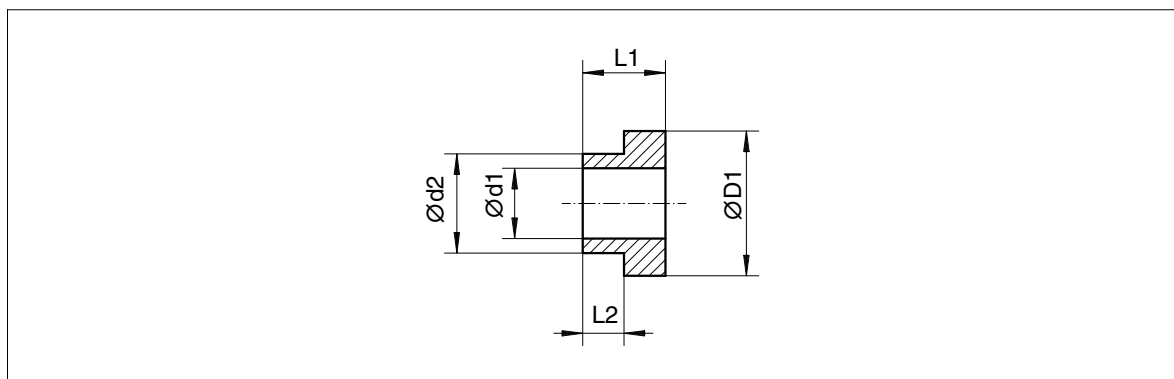

Figura 9: Disco de desmontaje
- 1 x Disco de desmontaje (figura 9)